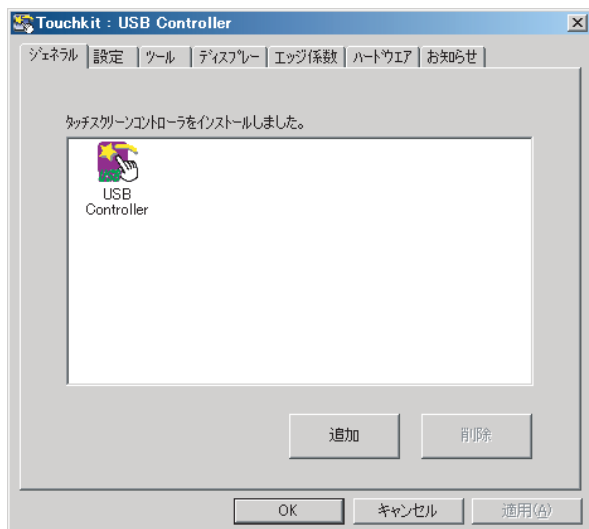

図 1
2. 接続しているタッチパネルが認識されているか確認します。（図1）